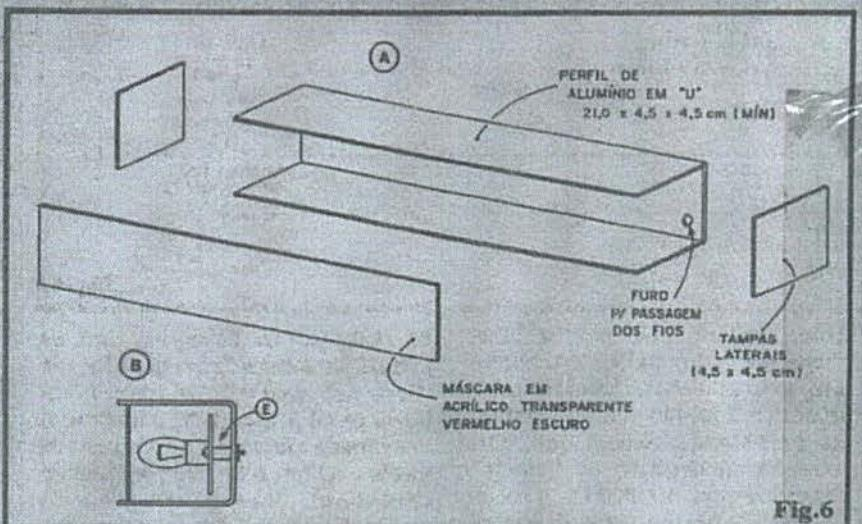
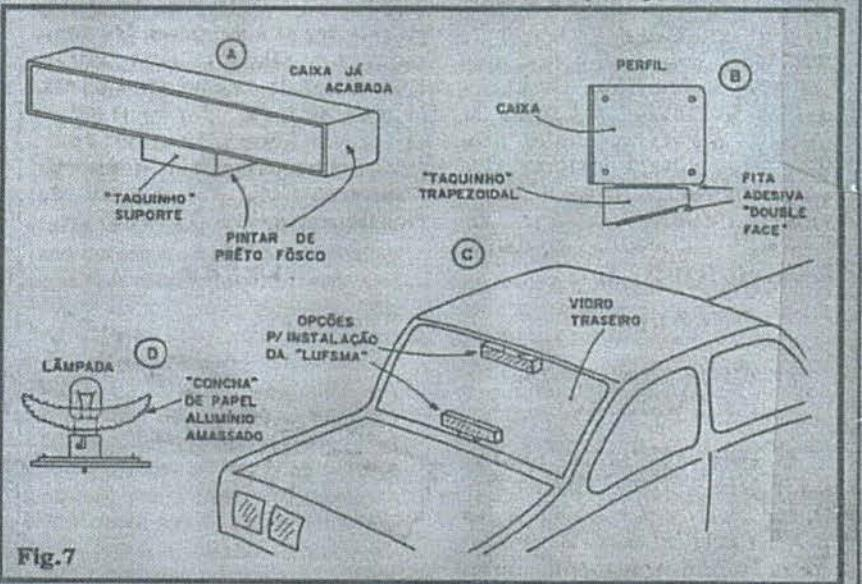

Fig.6
Fig.7
- FIG. 6 - FAZENDO UMA CAIXA (ELEGANTE E RESISTENTE) PARA A LUFSMA - Com os materiais relacionados no item "OPCIONAIS/DIVERSOS" da LISTA DE PEÇAS, será fácil elaborar um container de aparência profissional para o circuito... A vista "explodida" da fig. 6 mostra o "corpo" da caixa, feito com o perfil de alumínio em "U", as tampinhas laterais (quadrados de placa fina de alumínio, ou mesmo plástico, fibra, etc.) e a "janela" ou máscara frontal (em acrílico transparente vermelho escuro). As fixações do conjunto ilustrado em 6-A poderão ser feita com parafusos/porcias e/ou adesivos fortes (de epoxy ou de cianoacrilato, tipo "Araldite" ou "Superbonder"...). Em 6-B vemos como a placa deve ser fixada no interior do "U" de alumínio, devendo ser tomado o cuidado de não permitir o contato das pistas e ilhas cobreadas (e pontos de solda, "salientes"... ) com a face interior do "fundo" do "U". Para tanto, espaçadores em "torre", feitos de material isolante, devem ser dispostos sobre os parafusos longos de fixação, na posição (E). Como a placa (mesmo incluindo
- FIG. 7 - ACABAMENTO E INSTALAÇÃO - No item A da figura, vemos a LUFSMA já deviamente "acabada", com sua caixa fechada (feita de acordo com o exemplo da fig. 6). Para facilitar e tornar mais elegante a fixação do conjunto no inferior do veículo, convém acrescentar um pequeno suporte, na forma de um "taquinho" em forma de prisma trapezoidal (qualquer material, mesmo madeira...), e cuja fixação à caixa principal pode ser feita com um pedaço de fita adesiva (double face, forte (ver perfil em 7-B...)). A própria fixação final da LUFSMA no seu local definitivo de uso, também poderá ser promovida com o auxílio dessa fita adesiva que "cola dos dois lados", e apresenta aderência bastante firme, capaz de suportar vibrações... Os dois locais opcionais de fixação do equipamento estão sugeridos no item C da figura, ou seja: junto à parte inferior central do topo do vidro traseiro, ou no centro da sua parte inferior... Qualquer das posições indicadas proporcionará excelente visibilidade ao motorista que vem atrás... Quem pretender uma fixação mais firme, poderá ainda recorrer à braçadeiras, cantoneiras ou grampos metálicos, que apresentem furação compatível com a passagem de parafusos auto-atarachantes, os quais poderão ser rosqueados em furos previamente demarcados na estrutura interna do veículo... A fixação com fita double-face, contudo, permite a retirada relativamente fácil do dispositivo (se e quando isso for requerido...) sem deixar "marcas" definitivas no veículo... A escolha é do Leitor/Hobbysta. Ainda na fig. 7, no item D, temos uma su-